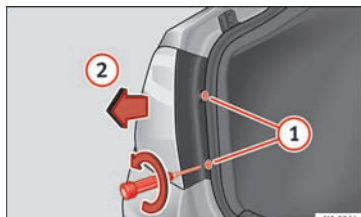

Fig. 97 Afmontering af baglygte i siden
- Løsn og fjern de to skruer i lygtens forreste del » Fig. 97 ① med en skruetrækker eller en T20 torxnøgle (skal drejes mod uret). Sørg for, at skruerne ikke bliver væk.
- Træk baglygten bagud (» Fig. 97 ②), indtil baglygten løsner sig fra holderen.